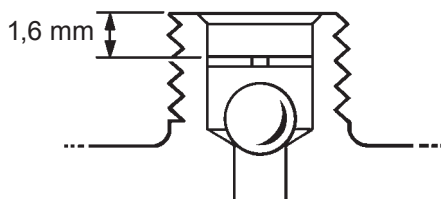

Fig. 3
- Dévisser le couvercle (1) du corps.
- Détacher le flotteur (4) du levier puis enlever le mécanisme en dévissant les vis (8).
- Remplacer le clapet (5).
- Le clapet de retenue doit être monté dans le trou de sortie et il est maintenu par un circlip, lequel est fixé à 1,6 mm en dessous de la surface de sortie de l'éliminateur comme représenté sur la Fig. 3.